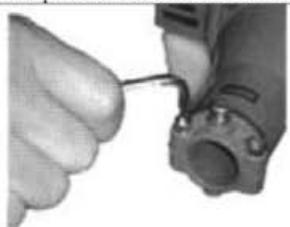

Fig.E1
1. Coloque el cabezal mecánico sobre una superficie limpia y plana, con la bujía hacia arriba. Use la llave allen de 4 mm (hexagonal) para soltar la mordaza de tubo, tal como se muestra en la fig.E1